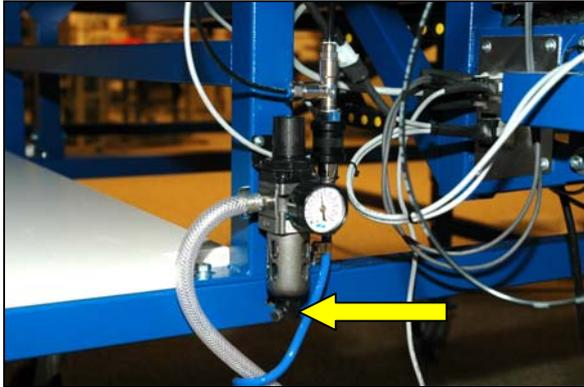

Figure 38 Séparateur d'eau de l'alimentation d'air comprimé
- ▶ Appuyer sur la touche sous le gobelet (Figure 38) et récupérer l'eau de condensation.